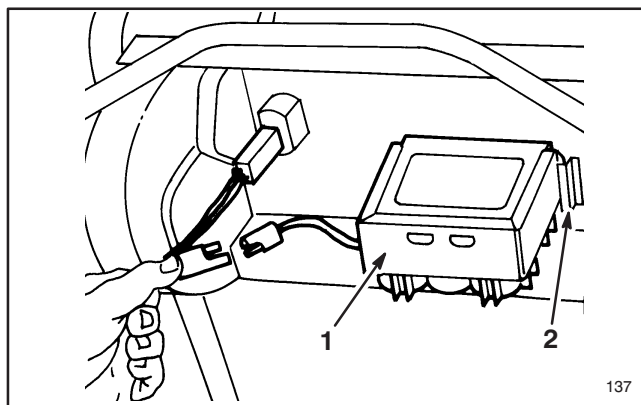

Abbildung 29
1. Motor abstellen und Kabelbaum von Batterieanschlußklemme trennen (Abb. 29).